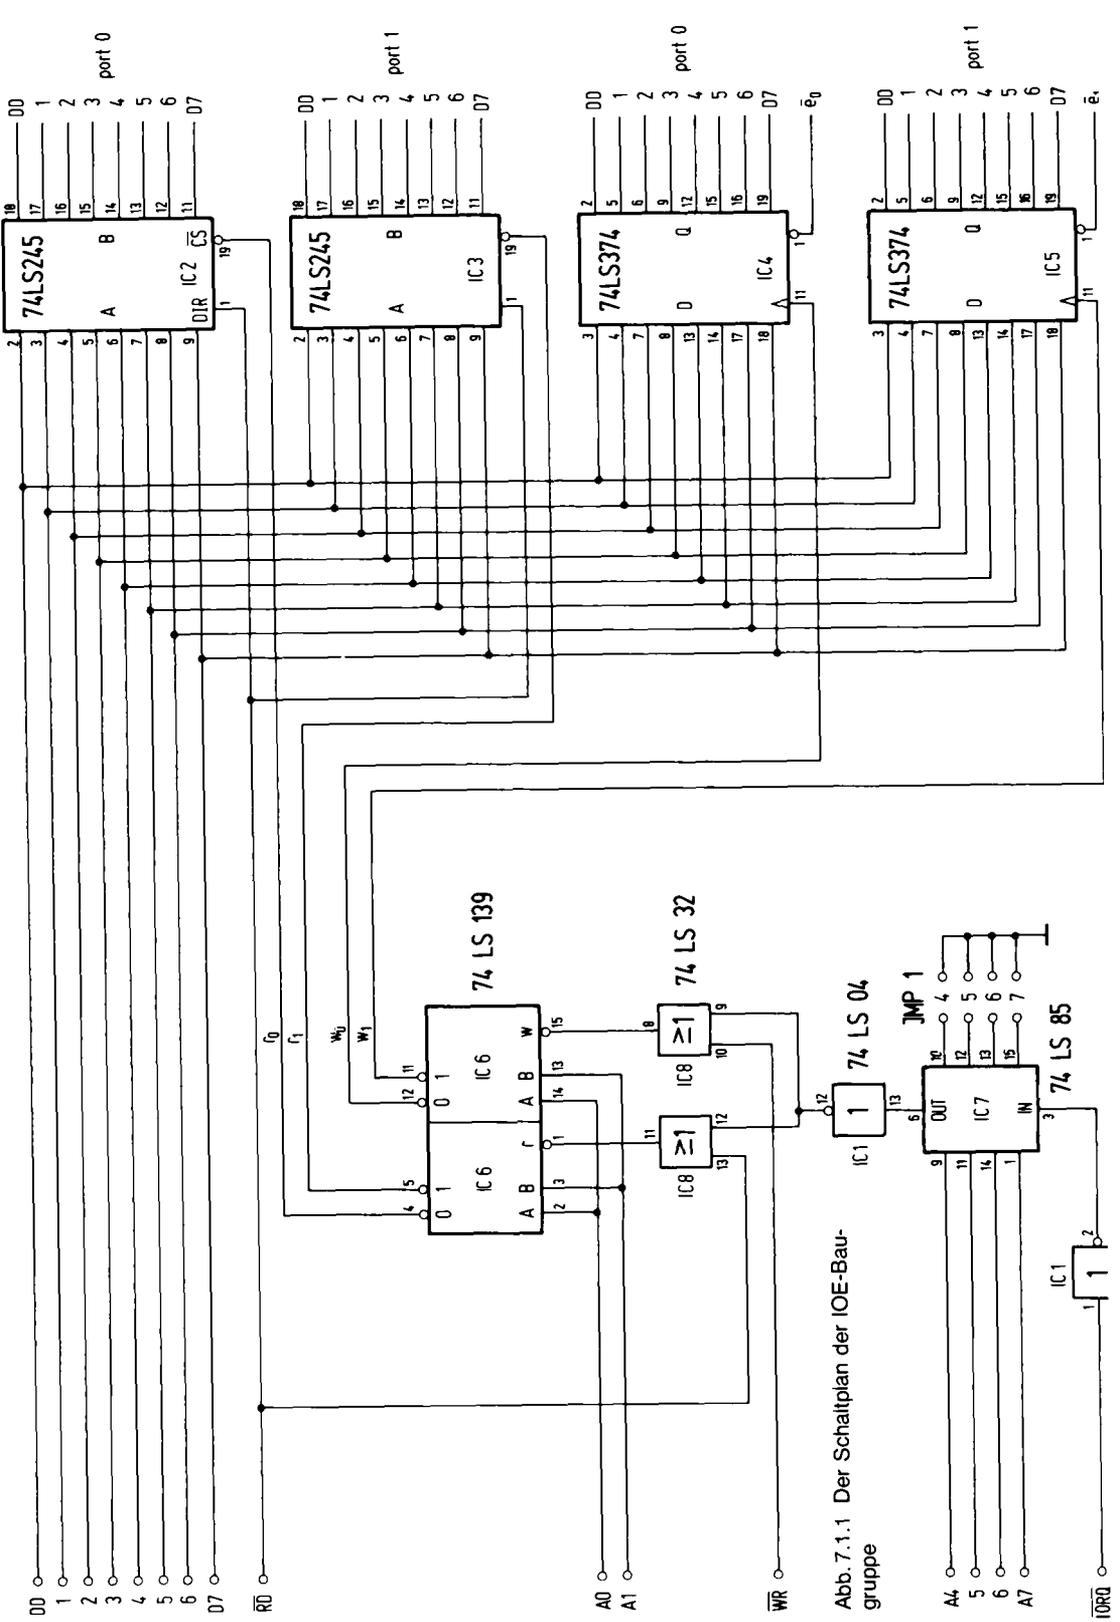

Abb. 7.1.1 Der Schaltplan der IOE-Baugruppe
*Abb. 7.1.1* zeigt die Schaltung. IC2 und IC3 sind zwei bidirektionale Bustreiber. Sie sind hier aber als Eingabeeinheit verschaltet. Der DIR-Eingang führt an den -RD-Anschluß und schaltet die Richtung um. Liegt dort ein Low-Signal an, so schalten die Treiber von B nach A, wenn auch der Eingang -CS ein Low-Signal führt.